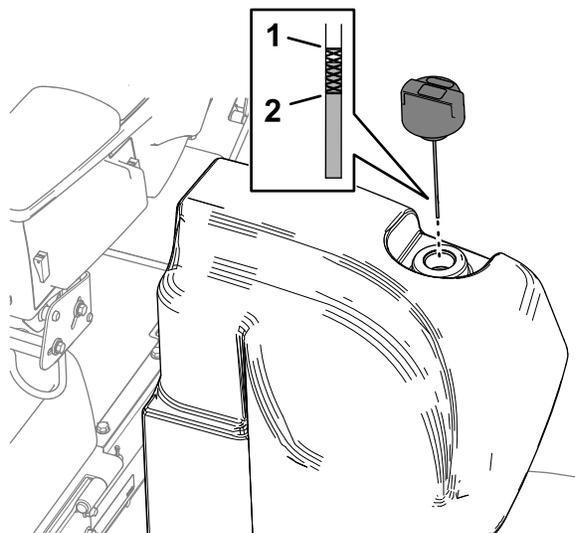

图 111
2. 清洁液压油箱加油颈和油箱盖周围的区域 (图 111)。